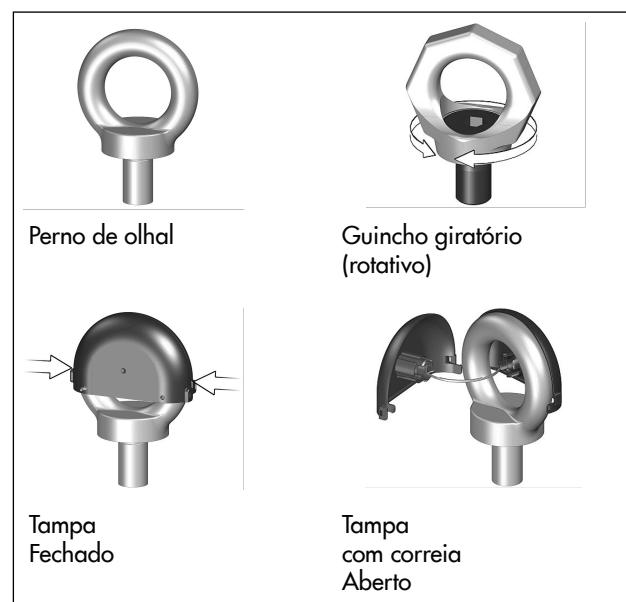

Fig. 13: Correia no perno de olhal/guincho giratório
1. Abra a tampa do perno de olhal pressionando ligeiramente os cliques laterais e retire-a (consulte a Fig. 13).
6. Retire as alças após a montagem e volte a colocar a tampa no perno de olhal (consulte a Fig. 13).